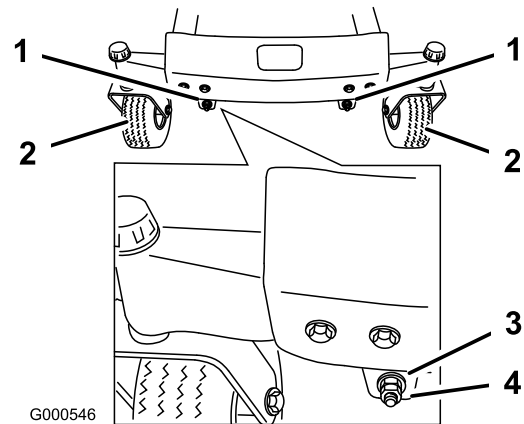
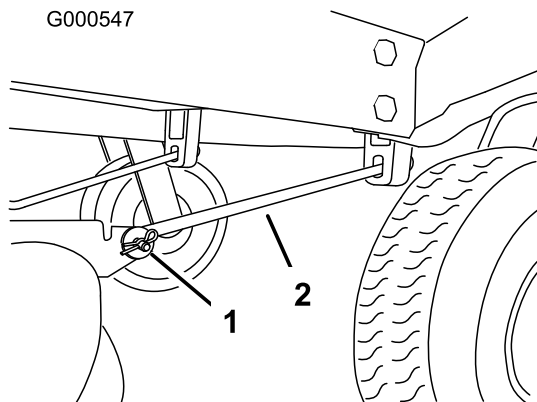

Bild 55
Bild 56
Sicherungsmuttern ab. Drehen Sie dann die Einstellmuttern vorne am Mähwerk (Bild 55).
13. Prüfen Sie, nachdem beide Einstellmuttern gleichmäßig eingestellt worden sind, erneut die Schnittemesserneigung in Längsrichtung. Fahren Sie mit der Einstellung der Muttern fort, bis die vordere Schnittemesserspitze um 1,6-7,9 mm tiefer liegt als die hintere Spitze (Bild 55).
Hinweis: Stellen Sie nach dem Einstellen der Einstellmuttern sichern, dass die Stützstangen kein Spiel aufweisen (Bild 56). Ziehen Sie die Stangen fest, wenn ein Spiel vorhanden ist (Bild 55).
4. Nehmen Sie an jeder Seite des Mähwerks den Splint und den Lastösenbolzen aus der vorderen Stützstange (Bild 56).
- Befestigen Sie die vorderen Stützstangen mit den Lastösenbolzen und Splints an der Maschine (Bild 56).